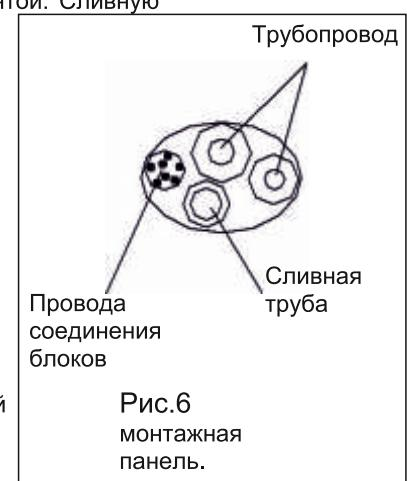

Рис.7
См. рис. 7.
1. Соединение правой задней трубы (аналогично правой нижней трубке) (дополнительно, см. Рис.7)